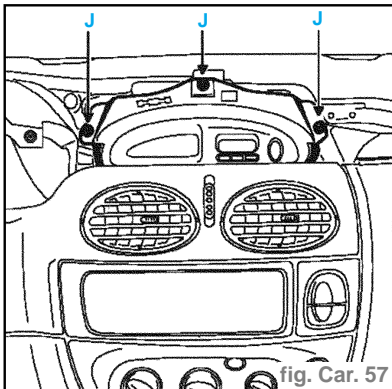

fig. Car. 57
- Déposer les trois vis (J) de la montre (fig. Car. 57).